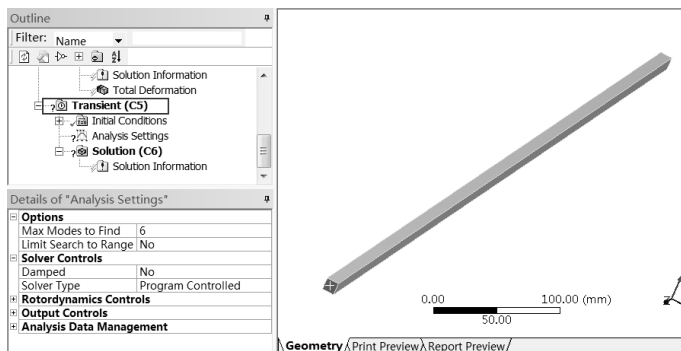

图 9-33 Mechanical 界面
Step3: 如图 9-33 所示, 双击项目 C 的 C5 (Setup) 选项, 进入 Mechanical 界面。